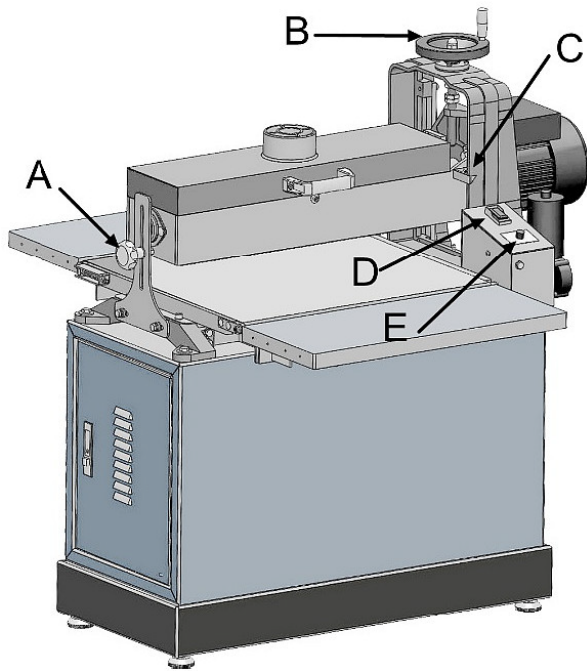

Abb. 15: Arbeitsablauf
- Schritt 4: Spanabnahme mit Handrad (B, Abb.15) einstellen.
- Schritt 5: Maschine starten (D, Abb.15).
- Schritt 6: Vorschub (E, Abb.15) starten und Vorschubgeschwindigkeit wählen.